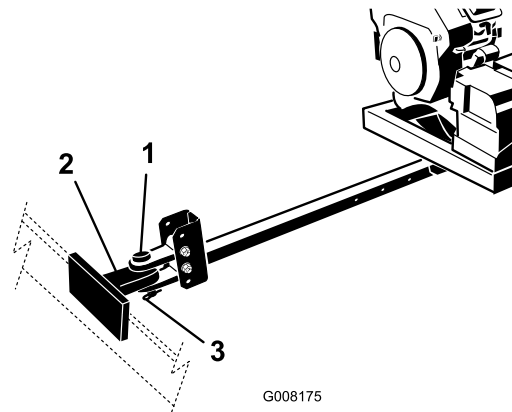

Figure 5
4. Accouplez le dispositif d'attelage du souffleur au dispositif de remorquage du véhicule tracteur à l'aide de la goupille et de la chape d'attelage (Figure 5).